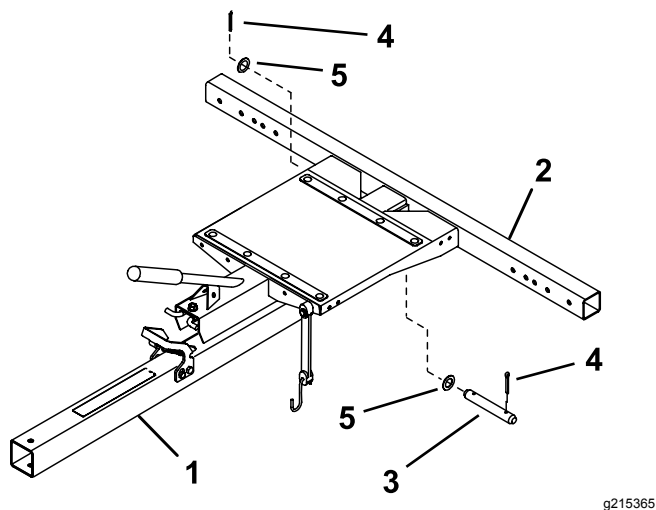

Рисунок 1
1. Вставьте дышло в сборе в раму в сборе, совместив задние крепежные отверстия (Рисунок 1).
2. Закрепите узел дышла в узле рамы шплинтуемым штифтом, двумя шайбами и двумя шплинтами (Рисунок 1).